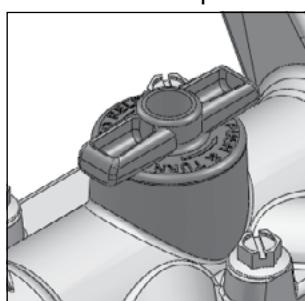

Figure 1.3
- Insérer la fiche puis faire pivoter de  $\frac{1}{4}$  de tour dans le sens horaire comme indiqué sur la **Figure 1.3**.